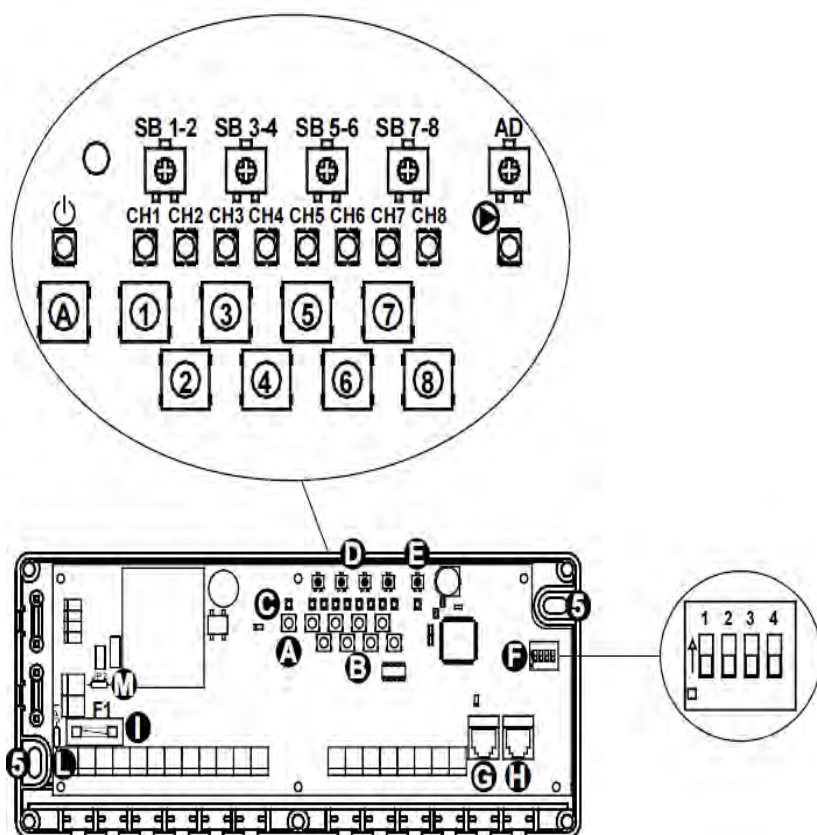
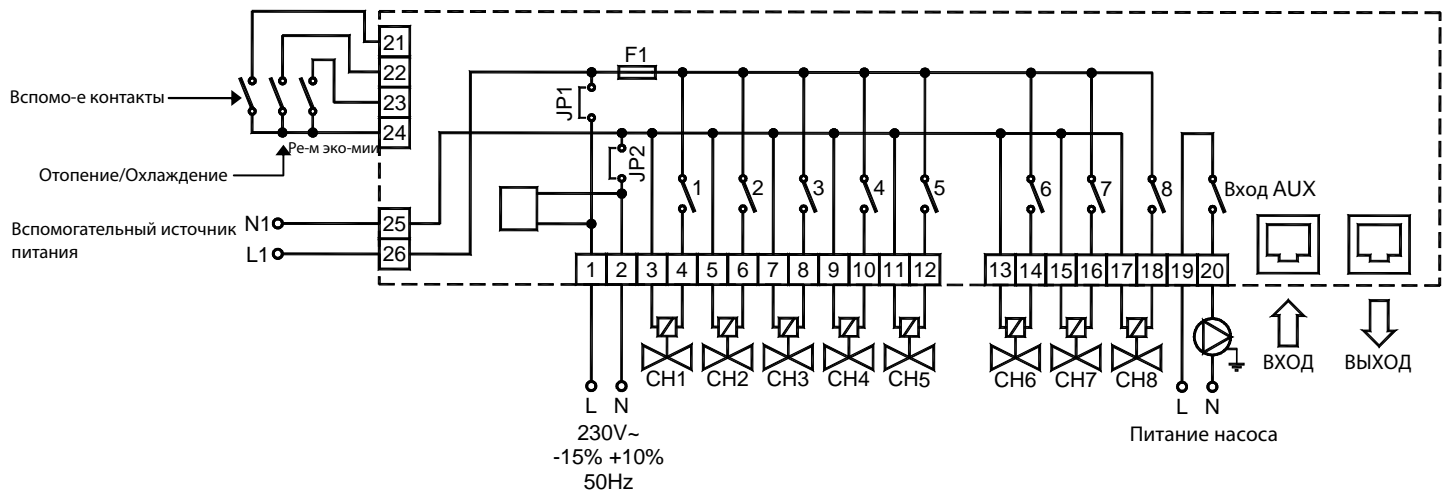

Рис.2
Рис.3 Схема подключения
Для каждого из 8 каналов своя кнопка (1..8); а также кнопка для подсоединения (А на рис. 2).
Как указано на рисунке 2, все 4 термостата (SB1-2.. SB7-8 используются для понижения температуры в экономном режиме. На рис.2 (D), также термостат для настройки отсрочки дополнительного входа (AD) (E на рис. 2).
- Прикрепите держатель блока к стене при помощи двух винтов через отверстия на держателе (5 рис.2).
На рис. 3 указаны входы и как они должны быть подключены.
Входы 1 и 2 предназначены для подключения питания: подсоедините их к питанию на 230V~. Убедитесь, что вход 2 подключен на нейтральную фазу. Электронные элементы защищены автоматическим перезапуском реле, сенсоры защищены 4-мя медленно перегорающими предохранителями, F1 (I на рис. 2). Входы 25 и 26 предназначены для подключения дополнительного питания, входы 3-18 предназначены для дополнительной автоматики. Блок поставляется с установленными джамперами на контакты 25, 26 для подключения питания 230 В; затем можно подключить сенсоры к контактам 3-18, как показано на рис. 3. В таком случае дополнительное питание может быть подключено к контактам 25, 26 и сенсоры будут подключены к основному питанию на 230 В.
Отсоедините кабель джамперов JP1 JP2, обозначенных L и M на рис. 2. и полостью отсоедините их. Это необходимо сделать для того, чтобы отключить питание на 230 В от основной линии к сенсорам.
Подсоедините внешнее питание (трансформатор с выходом на 24 В) к входам 25 и 26 (рис.3).
Проверьте напряжение на предохранителе **F1**. Оно должно покрывать напряжение всех подключенных сенсоров. Необходимо брать в расчет все все подключенные сенсоры. Необходимо учитывать вариант с максимальным количеством подключенных сенсоров. Например, если подключены все 8 сенсоров, каждый на 3 Вт или 24 В, необходимо, чтобы трансформатор был рассчитан на выход 24 В (3x8). Желательно также брать в расчет запас +10%. В таком случае необходим трансформатор на 30 В. Предохранитель медленного сгорания **F1** имеет значение 4 А, что подходит для 16 стандартных датчиков по 230 В. Если нужно подключить больше сенсоров, необходимо обеспечить предохранитель **F1** с большим значением. Предохранитель должен покрывать напряжение сенсоров. Если требуется дополнительная информация, обратитесь к поставщику оборудования. Входы 19 и 20 служат для подключения бойлера, либо кондиционера. Это обесточенные контакты, поэтому насос или бойлер могут работать на разных напряжениях. На схеме (рис.3) показано подсоединение насоса. Выходы 21, 22 и 23 на рис. 3 соответствуют вспомогательным контактам реле, кондиционирование/отопление и режим экономии, входы могут быть закрыты на входе 24 для включения этой функции.
1. Нажать на кнопку соответствующего канала (10, Рис.2) и удерживать ее нажатой.
Зажать соответствующую кнопку А (рис. 2) и удерживать ее зажатой.
Доп.вход активирован каждый раз, когда хотя бы один из сенсоров включен. Если включена опция разделить доп. Вход (раздел включение DIP) блок будет контролироваться в соответствии со статусом каналов всех модулей, подсоединенных каскадом. Если эта опция отключена, блок будет контролироваться только статусом своих выходов. Через радио сигнал термостат передает блоку текущие показания по температуре. Также блок может сам снизить температуру в соответствии с установленным температурным порогом, активируя режим экономии. Эта функция позволяет регулировать температуру в помещении в двух режимах – комфорт и экономия. Режим комфорта соответствует заданной температуре, а в режиме экономии сохраняется температура как в комфорте, минус установленное понижение значения в режиме отопления (при кондиционировании значение повышается). Блок имеет 4 триммера, (D на рис.2.), благодаря этому можно настроить понижение значения от 0 до 7 гр. Каждый триммер позволяет понизить температуру на двух каналах: например, триммер SB1-2 изменяет значение на канале 1 и 2, триммер SB3-4 для канала 3 и 4, и т.д.